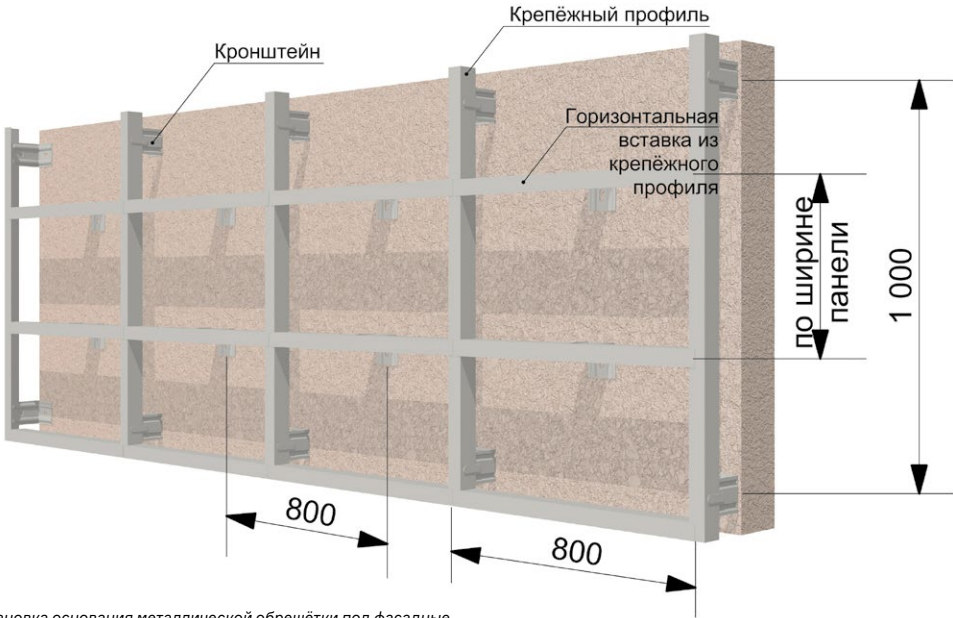

Рис. 7 Установка основания металлической обрешётки под фасадные панели Döcke (вертикальные вставки не показаны (см. рис. 8))
4.2.1 Установка основания металлической обрешётки. Металлическая обрешётка должна быть для фасадных материалов. Толщина оцинкованного профиля не менее 1 мм. Кронштейны под вертикальные профили необходимо устанавливать с шагом 800 мм по горизонтали и 1000 мм по вертикали (рис. 7).
Кронштейны под горизонтальные вставки устанавливаются посередине между вертикальными профилями. Таким образом, горизонтальная вставка посередине фиксируется к кронштейну, а по краям – к вертикальным профилям. Шаг кронштейнов под горизонтальные вставки составляет 800 мм по горизонтали (рис. 7). По вертикали шаг равен ширине панели (таблица 3).